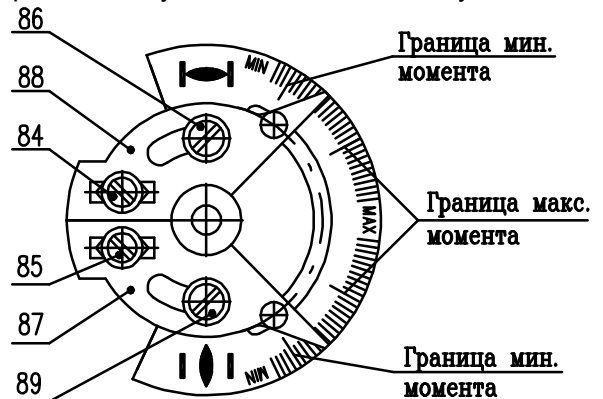

Рис.5
- моментное колесо (рис. 5)
Моментное колесо (рис. 5) укреплено на моментном валике, выходящем от силовой передачи (рис. 2). Угол поворота моментного колеса пропорционален крутящему моменту на выходном валу ЭП. Его величина устанавливается перестановкой сегментов (17) и передвижением упоров (18) (рис. 5). Достигнутая величина крутящего момента переносится от моментного колеса на моментное устройство при помощи моментного рычажка (42) (Рис.6).
Настройку момента выключения выполняйте только в определенном диапазоне, с помощью устройства для измерения момента, грубой регуляцией(17) и тонкой регуляцией(18)(**Рис.5**).
Перестройка момента выключения при помощи сегмента(17), (Рис.5), возможно произвести в рамках интервала MIN-MAX на моментном диске в соответствующем силовом диапазоне электрпривода.